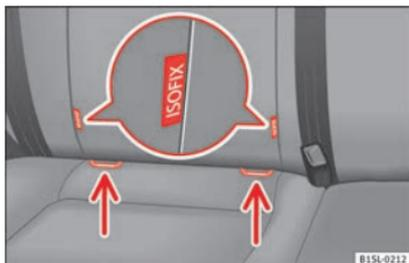

Abb. 21 Am Fahrzeugsitz: Kennzeichnungsvarianten der unteren Kindersitzverankerungspunkte.
- Kindersitz in Pfeilrichtung auf die Halteösen »» **Abb. 21** stecken. Kindersitz muss sicher und hörbar einrasten.
- Kindersitz auf die Sitzfläche stellen und die Haken der Befestigungsgurte in die Halteösen »» **Abb. 21** einhängen.